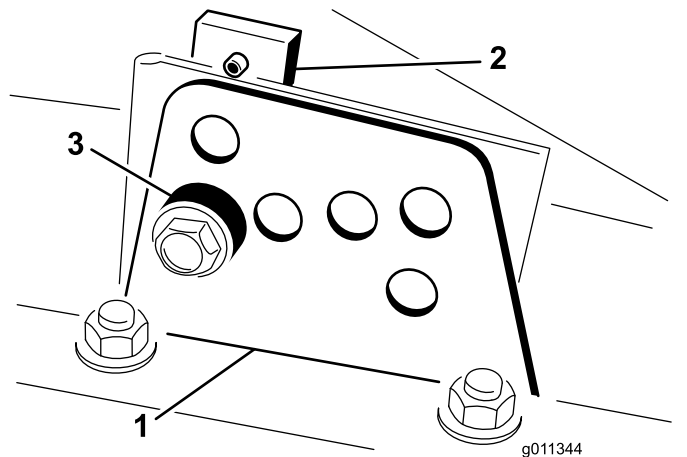

Рисунок 24
2. Ослабьте болт крепления каждого кронштейна высоты скашивания к пластине регулировки высоты скашивания (с передней и боковых сторон), как показано на Рисунок 24.
4. Удерживая камеру, снимите проставку (Рисунок 24).